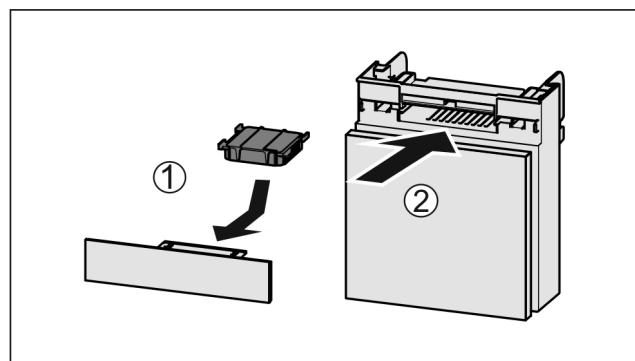

Fig. 219
- ▶ Umetnite filtara s aktivnim ugljenom kao što je prikazano na slici Fig. 219 (1).
- ▶ Umetnite pretinac Fig. 219 (2).